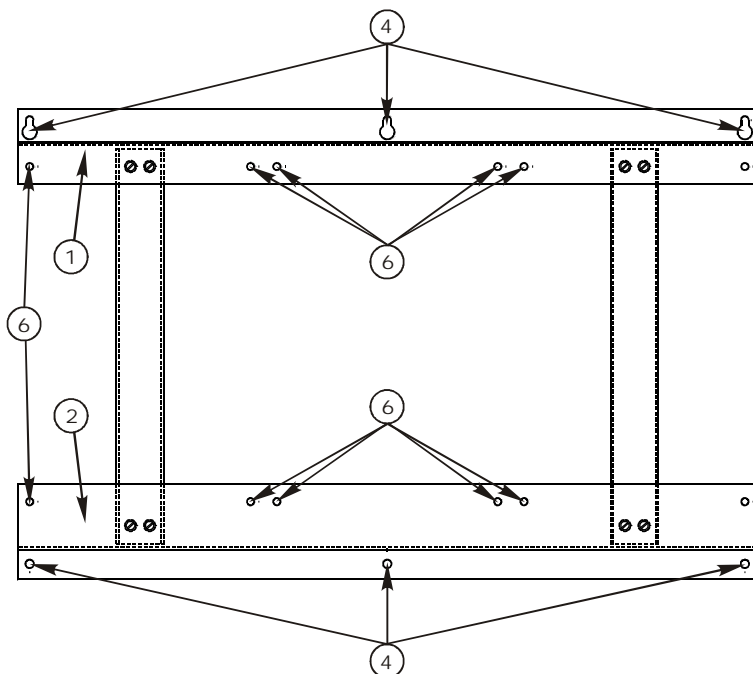

Рисунок 1 – Рама для установки стабилизаторов СКМ-2200
4.2 Используя составные части МК7 КСДП.687445.002, собрать раму (рисунок 1) в следующей последовательности: